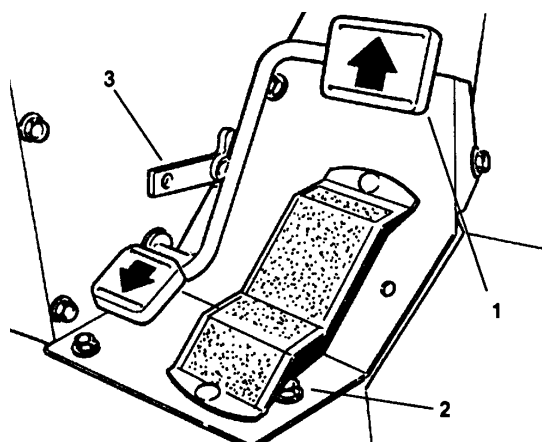

Fig. 9
## Fremdrifts- og bremsepedal (fig. 9, 10, & 11)—
**Hastighetsvelger (dieselmoteller)** (fig. 9)—Hendelen på siden av fremdriftspedalen dreies for å velge hastighet.